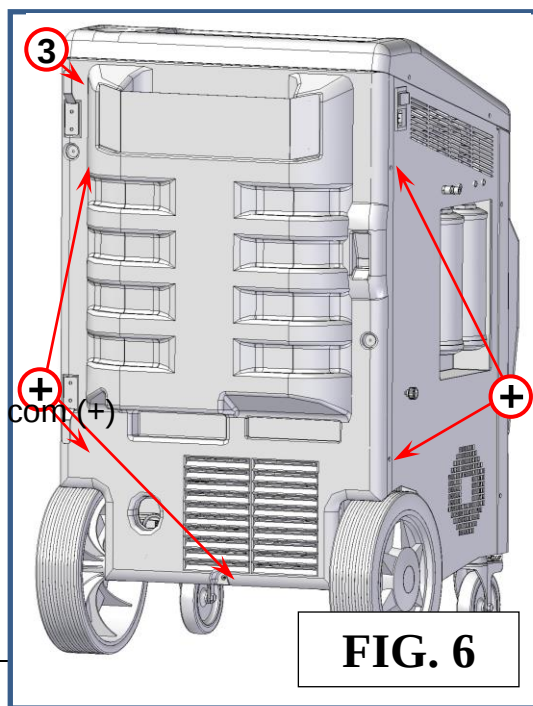

FIG. 6
3. Carter de plástico traseiro, consulte a Fig.6